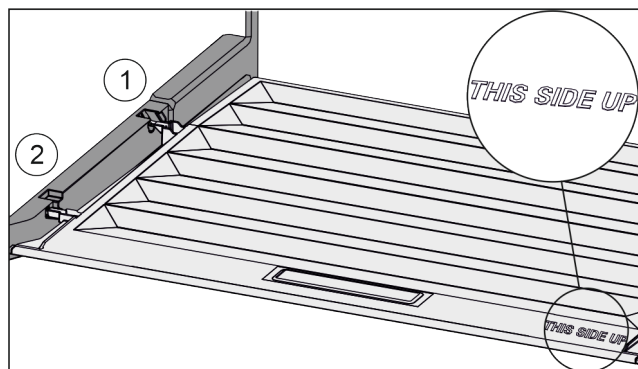

Fig. 108
- ▶ Ramiona pokrywy wprowadzić ponad otworem tylnego uchwyty Fig. 108 (1) i zazębić z przodu w uchwycie Fig. 108 (2).